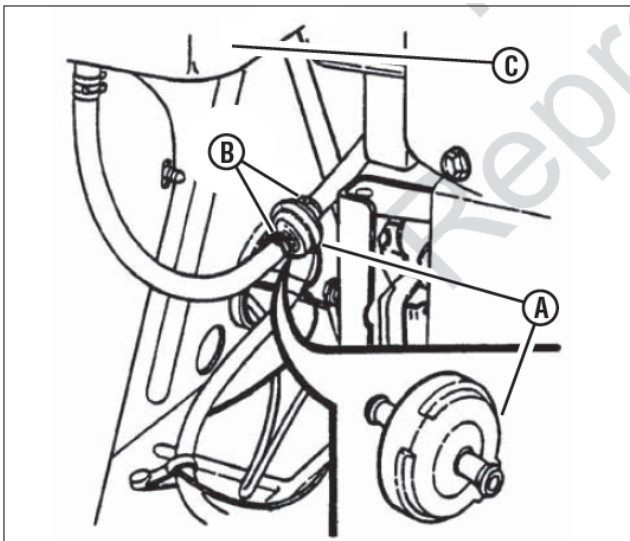

Рис. 30. Замена топливного фильтра
ВАЖНО: Чтобы остановить топливный поток, бак (С, рис. 30) можно снять с кронштейна и поставить на пол, чтобы уровень топлива был ниже фильтра. См. раздел «Снятие топливного бака».
1. Снимите зажимы топливного шланга (В, рис. 30) с топливного фильтра (А).